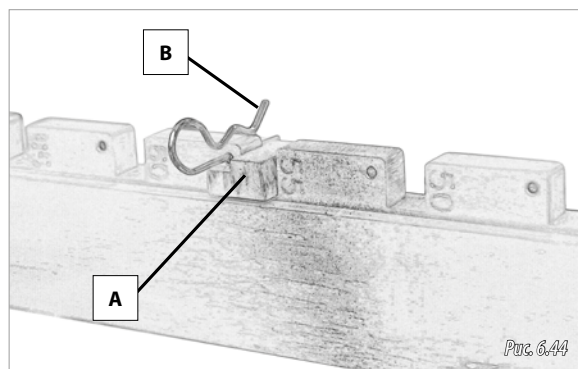

Рис. 6.44
- 1- Удалить шпильки (В, рис. 6.44) из высевающих секций и вынуть ограничители открывания (А, рис. 6.44).
- 2- Удалить шпильки (В, рис. 6.44) из высевающих секций и вынуть ограничители открывания (А, рис. 6.44).